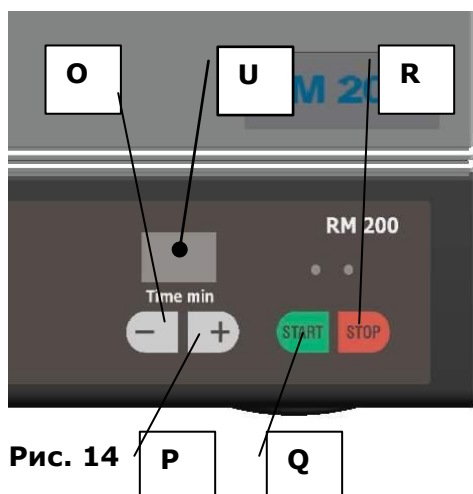

Рис. 14
- При помощи клавиш + / - **O** и **P** установить желаемую продолжительность измельчения. **Рис. 14**
- Нажать клавишу останова **R**. **Рис. 14**
Предварительное измельчение: Рис. 14
Тонкое измельчение: Рис. 14